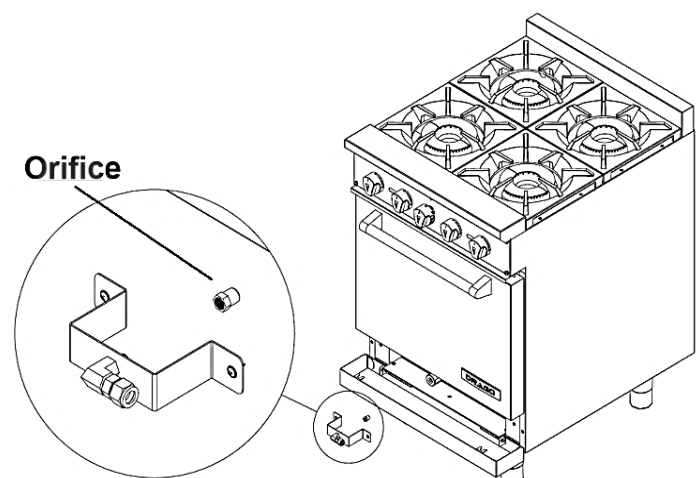

Fig. 4
5. Con un desarmador desmonte el soporte para codo de esprea; con una llave desensamble la esprea del codo y replácela por la esprea para el gas requerido (Fig.4). Coloque nuevamente el codo en su posición asegurándose que la esprea embone correctamente en el quemador.